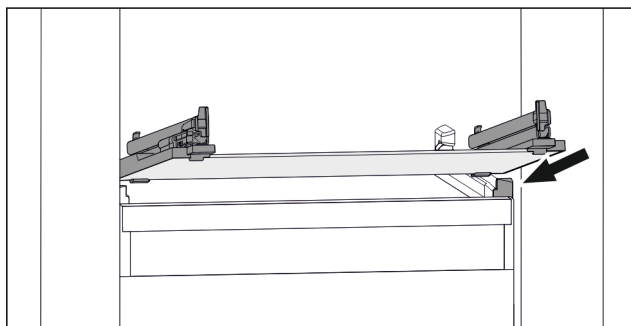

Fig. 74 Vejledende visning af glaspladen
- ▶ Sæt glaspladen skråt bag stoppene. (se Fig. 74)